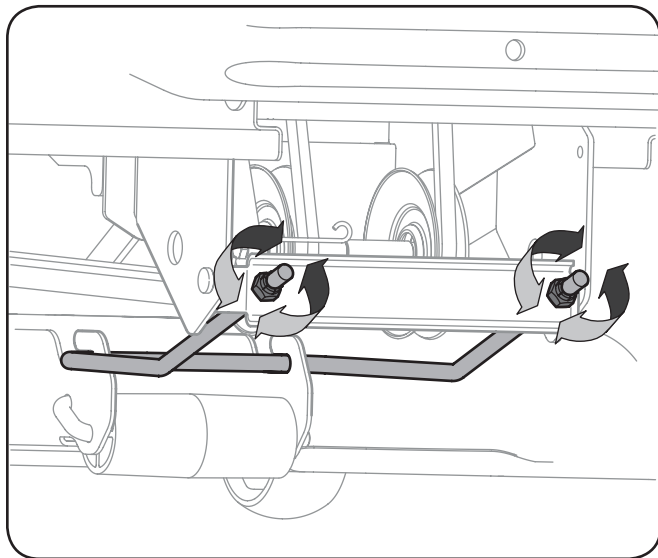

Figure 6-7
4. Serrez les écrous (vers l'intérieur) pour *relever* l'avant du plateau de coupe. Voir Figure 6-7.
5. Desserrez les écrous (vers l'extérieur) pour *abaisser* l'avant du plateau de coupe. Voir Figure 6-7.